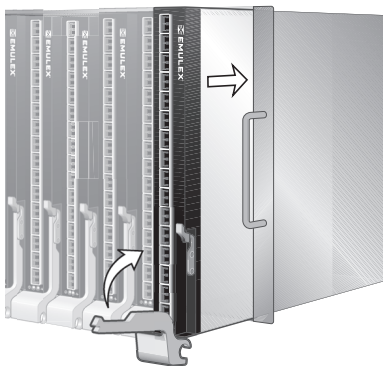

Рисунок 2. Установка pass-through модуля
5. Поверните фиксирующий рычажок, пока он не окажется на одном уровне с передней панелью, а верхняя часть рычажка не будет расположена в фиксаторе, как показано на Рисунок 2, Установка pass-through модуля.